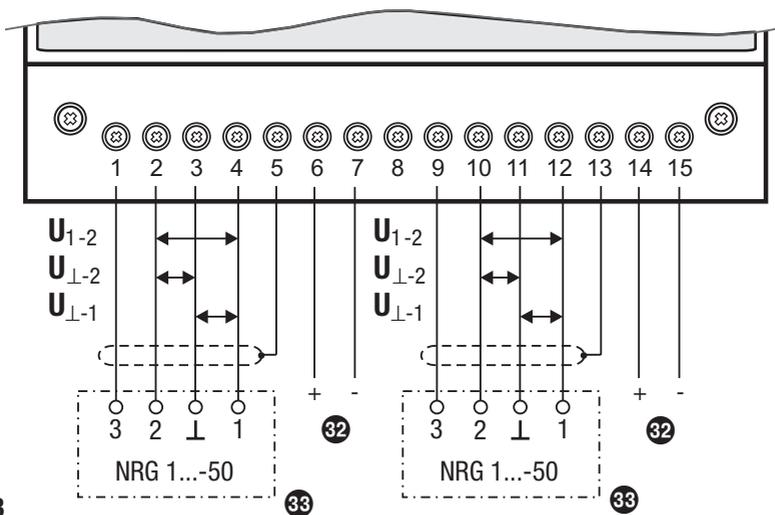

Fig. 23
5. Démonter le raccord vissé de câble ⑮ et le serre-câble ⑰ de la partie supérieure du connecteur ⑪.
6. Guider le câble dans le raccord vissé de câble ⑮ et la partie supérieure du connecteur ⑪ et affecter les bornes de la plaque de raccordement ⑫ suivant le schéma de raccordement. **Fig. 23**
7. Faire entrer la plaque de raccordement ⑫ dans la partie supérieure du connecteur en appuyant, aligner le câble.
8. Fixer le câble avec le serre-câble ⑰ et le raccord vissé de câble ⑮.
9. Mettre le couvercle ⑩ en place et introduire la vis ⑨ dans celui-ci.
10. Placer la partie supérieure du connecteur sur l'électrode de niveau et la fixer avec la vis ⑨.